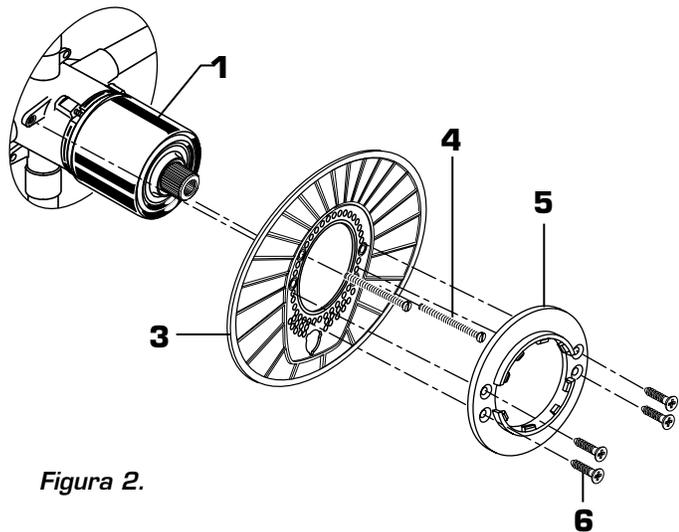

Figura 2.
- **Figura 2.** Empuje el SOPORTE DEL CHAPETÓN (3) contra la TAPA (1) y fíjelo al cuerpo de la válvula con los TORNILLOS LARGOS (4). Monte el SOPORTE DEL CHAPETÓN (5) en el SUJETADOR DEL CHAPETÓN (3) mediante 4 TORNILLOS CORTOS (6).